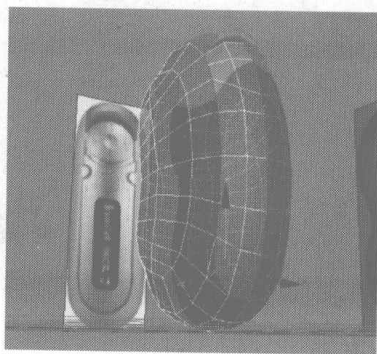

图 3.51
- 17 选择如图 3.51 所示的边界线，在 Edit Edges 卷展栏中单击 按钮，将该物体沿选择的曲线分割。